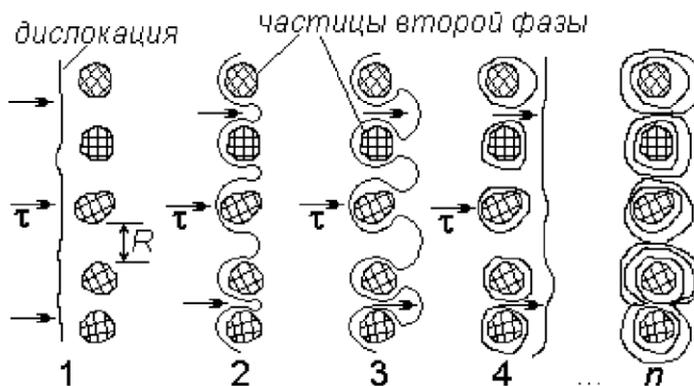

Рис. 3.5. Упрочнение дисперсными частицами второй фазы
Огибая мелкие частицы (рис. 3.5, 2), дислокации замыкаются вокруг них (3), при этом возникают дислокационные петли (4), или кольца. Прохождение множества дислокаций приводит к образованию так называемых колец Орована ( $n$ ). Дальнейшее скольжение дислокаций на этом участке затруднено.